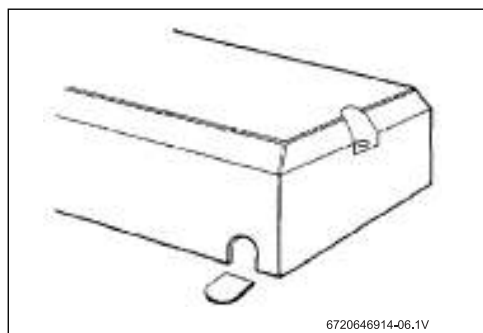

Fig. 5 Cubierta de la unidad
- Si va a ser a través de la cubierta inferior, corte el saliente de plástico para exponer la funda de goma (Fig. 5) :